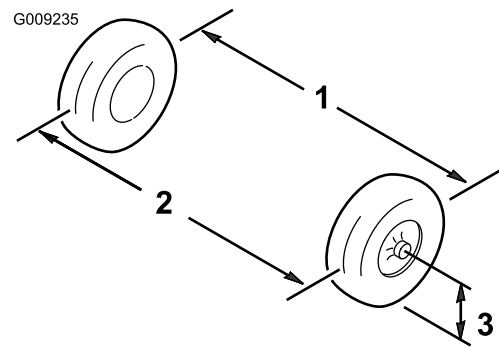

Figura 38
1. Mida la distancia entre los neumáticos delanteros a la altura del eje, en la parte delantera y trasera de las ruedas (Figura 38).